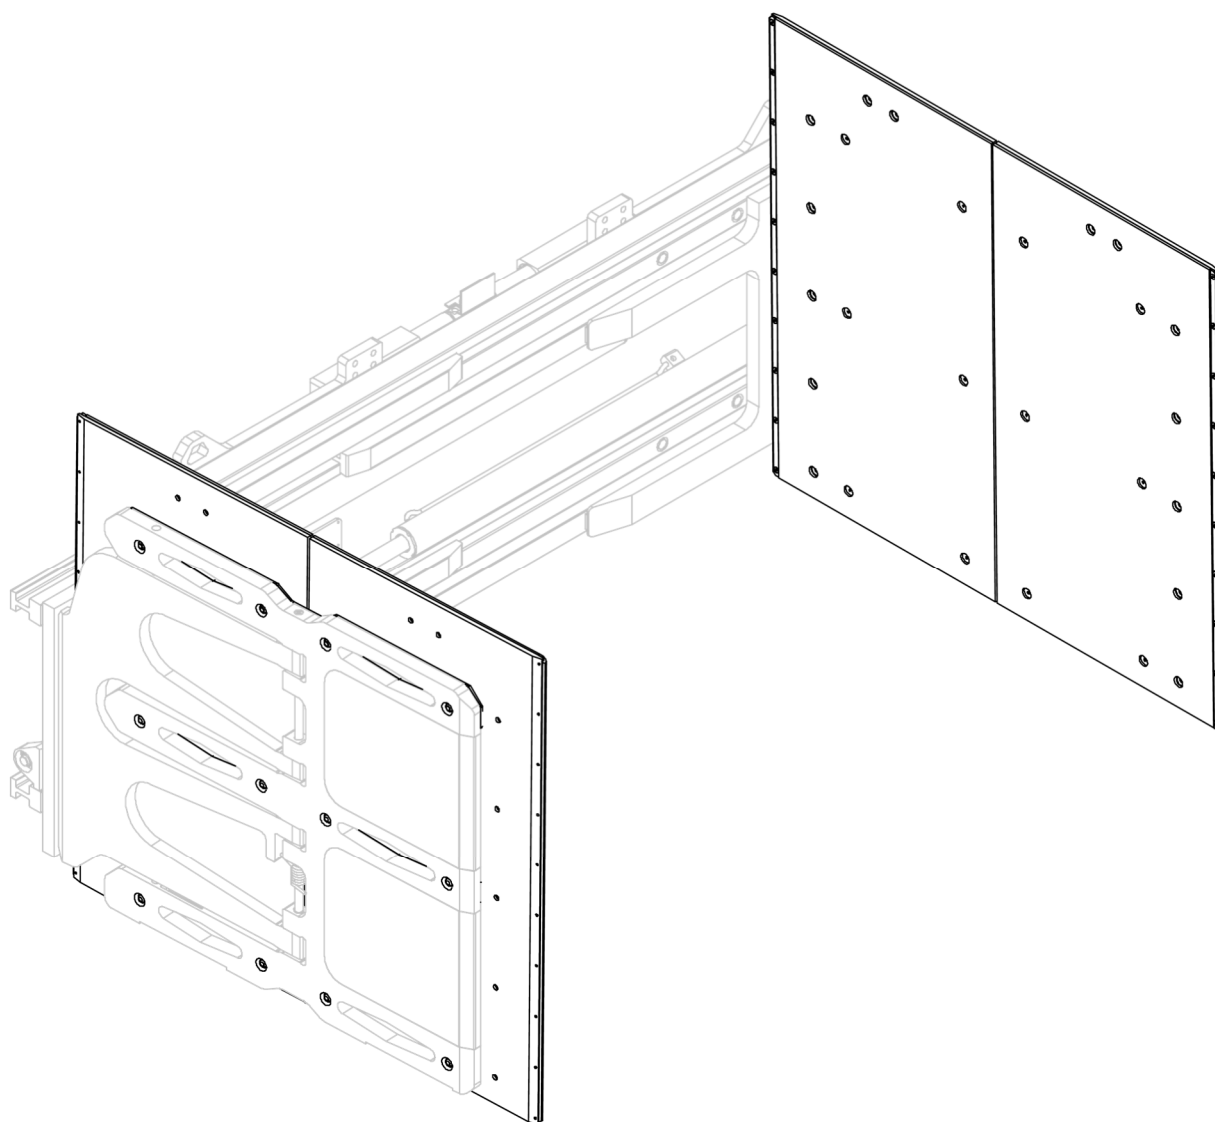

Figura 29
3. Comprobar el correcto bloqueo de los batientes y de los espesores (ver *Figura 29*).